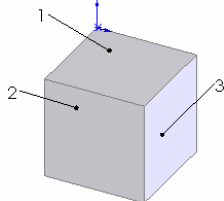

图 5-75 拉伸的图形
- ③ 拉伸实体。选择菜单栏中的“插入”→“凸台/基体”→“拉伸”命令，将上一步绘制的草图拉伸为“深度”为 60 的实体，结果如图 5-75 所示。
- ⑤ 设置属性管理器。在“厚度”一栏中输入值 10；在“移除的面”一栏中，用鼠标选择如图 5-75 所示中的面 1。
- ① 重复去除模型面抽壳的步骤①~③，绘制如图 5-75 所示的图形。
① 重复去除模型面抽壳的步骤①~③, 绘制如图 5-75 所示的图形。
③ 设置属性管理器。在“参数”复选框的“厚度”一栏中输入值 10；在“移除的面”一栏中，用鼠标选择如图 5-75 所示中的面 1。在“多厚度设定”复选框的“多厚度面”一栏中，用鼠标选择如图 5-75 所示中的面，然后在“多厚度”一栏中输入 20；重复多厚度设定，将如图 5-75 所示中的面 3 设定“多厚度”一栏中输入 30。